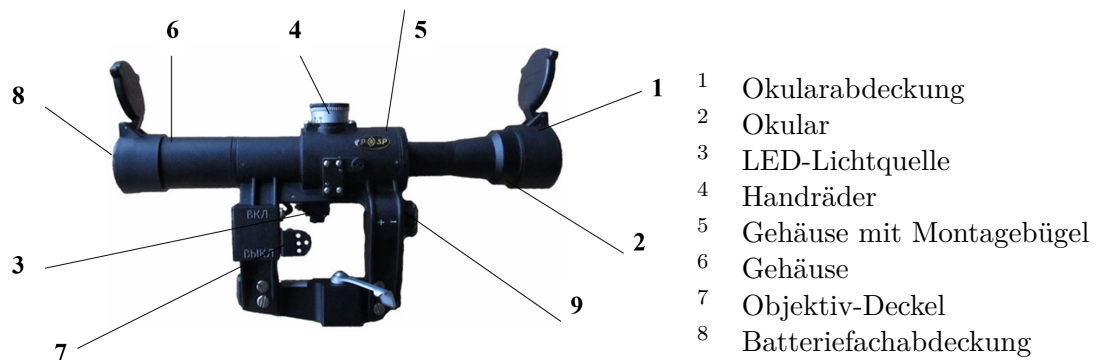

Abbildung 1: Aufbau des POSP 4x24 und POSP 6x24
- Öffnen Sie den Drehverschluss des Batteriefachs 9 (Abbildung 1, Abbildung 2)
Das Visier ermöglicht auch das Schießen bei schlechten Lichtverhältnissen. Schalten Sie die Strichplattenbeleuchtung mit dem Schalter (7) ein (Abbildung 1, Abbildung 2).
Der mitgelieferte Augenschutz dient dazu, das Auge nicht dem Umgebungslicht aussetzen und die Position des Auges im Verhältnis zum Okular zu halten. Falls erforderlich, setzen Sie den Augenschutz nach Entfernen der Okularabdeckung (1) auf (Abbildung 1, Abbildung 2).
Das Objektiv hat eine ausziehbare 13-mm-Blende zum Schutz vor direkten Sonnenstrahlen und als Reflexionsschutz. Für größeren Blendschutz kann auch (8) eine zusätzliche 50-mm-Blende installiert werden (falls mitbestellt) (Abbildung 1, Abbildung 2).
Das Objektiv (6) und das Okular (2) (Abbildung 1, Abbildung 2) sind mit den Deckeln (8) und (1) vor Verschmutzung und mechanischer Beschädigung geschützt.